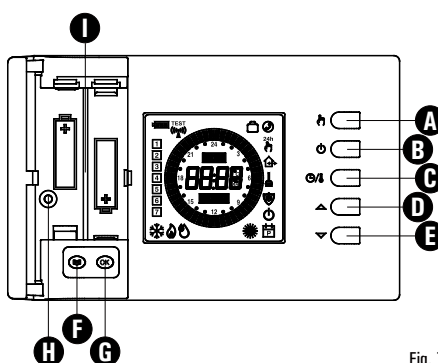

Fig. 7
- Insérer les batteries dans le logement des batteries (I de la Fig. 7); voir le paragraphe 'INSERTION/REPLACEMENT DES BATTERIES'.